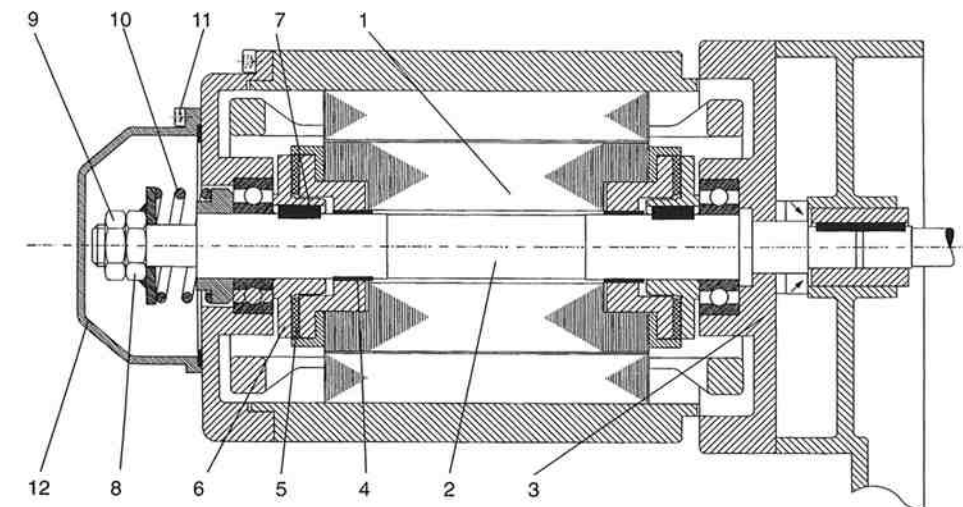

Bild 29: Aufbau der Rutschkupplung am Feinhubmotor der Bauform 9.1
(aufgeführte Bildnummern beziehen sich auf Bild 29)
**Achtung!** Die Rutschkupplung der Bauformen 1-1.3 und des Feinhubmotors der Bauform 9.1 ist ähnlich Bild 29 beidseitig des Läuferkörpers angeordnet.